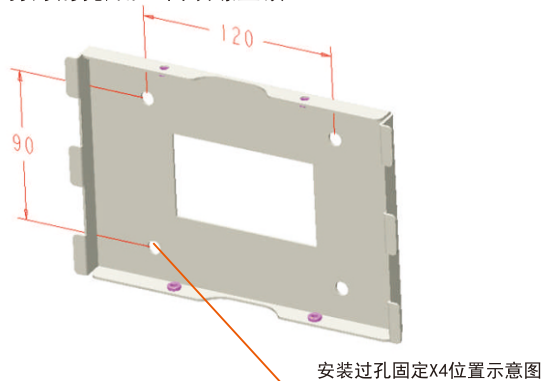

图3 后挂板安装孔位示意图
- 安装膨胀管套件:把塑料膨胀管放入打好的孔内,塞紧安装挂板:如图3所示,将后挂板孔位对准打好的孔,用M6自攻螺丝锁。